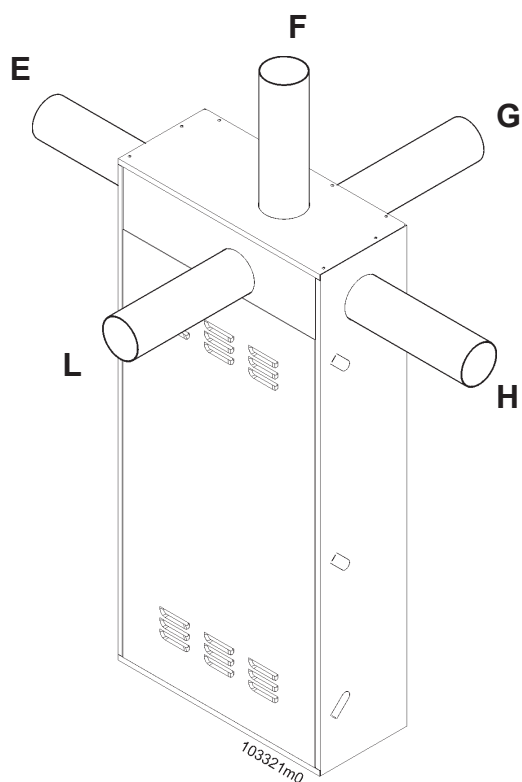

Figura 23 - Possibilità di orientamento dello scarico e della aspirazione con condotto coassiale.
In figura 23 sono mostrate le possibilità di orientamento del condotto coassiale o del condotto singolo (qualora si decida di aspirare l'aria dall'interno dell'unità da incasso).
- scegliere il lato ove si vuole orientare lo scarico (vedi figura 23);